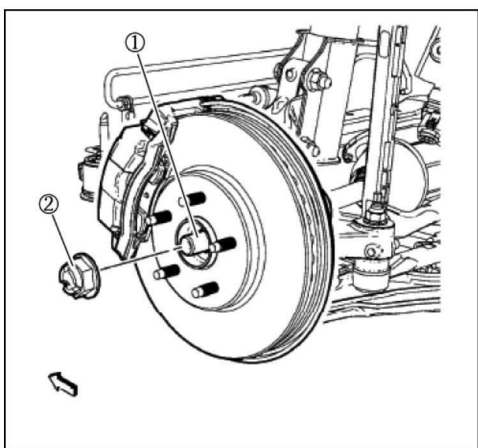

图 1-17 松开前轮驱动轴螺母
- ⑤ 使用 CH-49376 扳手① 和 EN-956-1 加长件②,松开前轮驱动轴螺母,如图 1-17 所示。
- ⑥ 将 CH-49376 扳手①和 EN-956-1 加长件②从前轮双头螺栓上拆下,如图 1-17 所示。